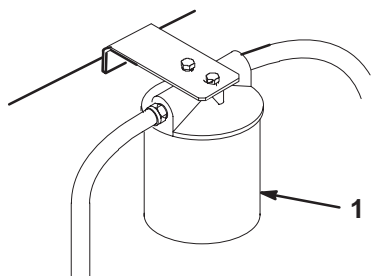

Figure 49
3. Placez un bac de vidange sous le filtre, déposez le filtre usagé et essuyez la surface du joint de l'adaptateur (Fig. 49).